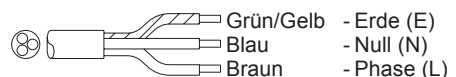

Abb. 4
Maße	: Siehe Abbildung 4
- (Abbildung 4.) 1. Phase bei 220V-240V mit Steckeranschluß.
- (Abbildung 4.) 1. Phase (3 adriges Kabel).